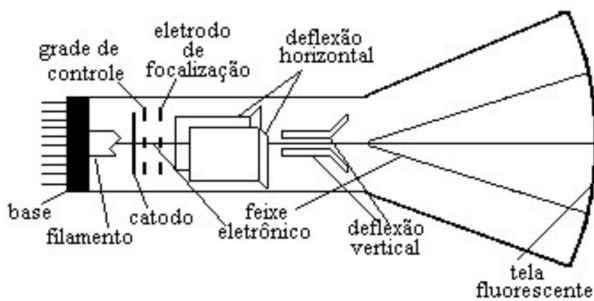

FIGURA 125 - OSCILOSCÓPIO DE TUBO DE RAIOS CATÓDICOS
- **TRC - Tubo de Raios Catódicos** - É composto de um tubo onde se faz vácuo no qual é inserido o canhão eletrônico - filamento aquecido (figura 125).
- **Painel de controle** – O osciloscópio é dotado de seletores com escalas para volts por divisão e tempo por divisão (veja figura 125). De acordo com o modelo do osciloscópio, podemos ter o chamado traço duplo ou simples.